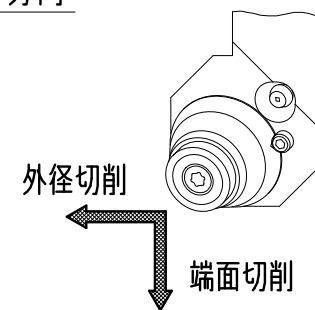

図3. 送り方向
- (1) バイトの送りは図3に示す矢印の方向で行って下さい。
- (2) 外径切削と端面切削ではチップの回転方向は逆になります。